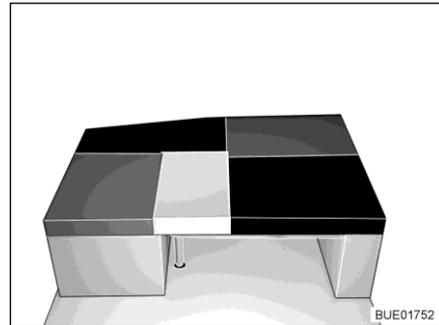

Bild 163 Nach dem Umbau
- Das Rückenpolster des Seitensitzes/der Seitensitzbank auf den Tisch legen (zwischen das Sitzpolster des Seitensitzes/der Seitensitzbank und das Zusatzpolster, siehe Bild 163).